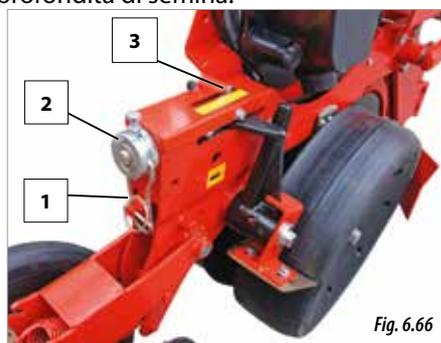

Fig. 6.66
- 1- Estrarre il passante (1, Fig. 6.66) per liberare la manovella (2, Fig. 6.66).
- 2- Ruotare la manovella fino a raggiungere la profondità di record desiderata; per farlo, aiutarsi con l'indicatore di profondità (3, Fig. 6.66).
- 3- Una volta stabilita la profondità, abbassare la manovella (2, Fig. 6.66), e posizionare il passante (1, Fig. 6.66) per fissare la profondità di semina.